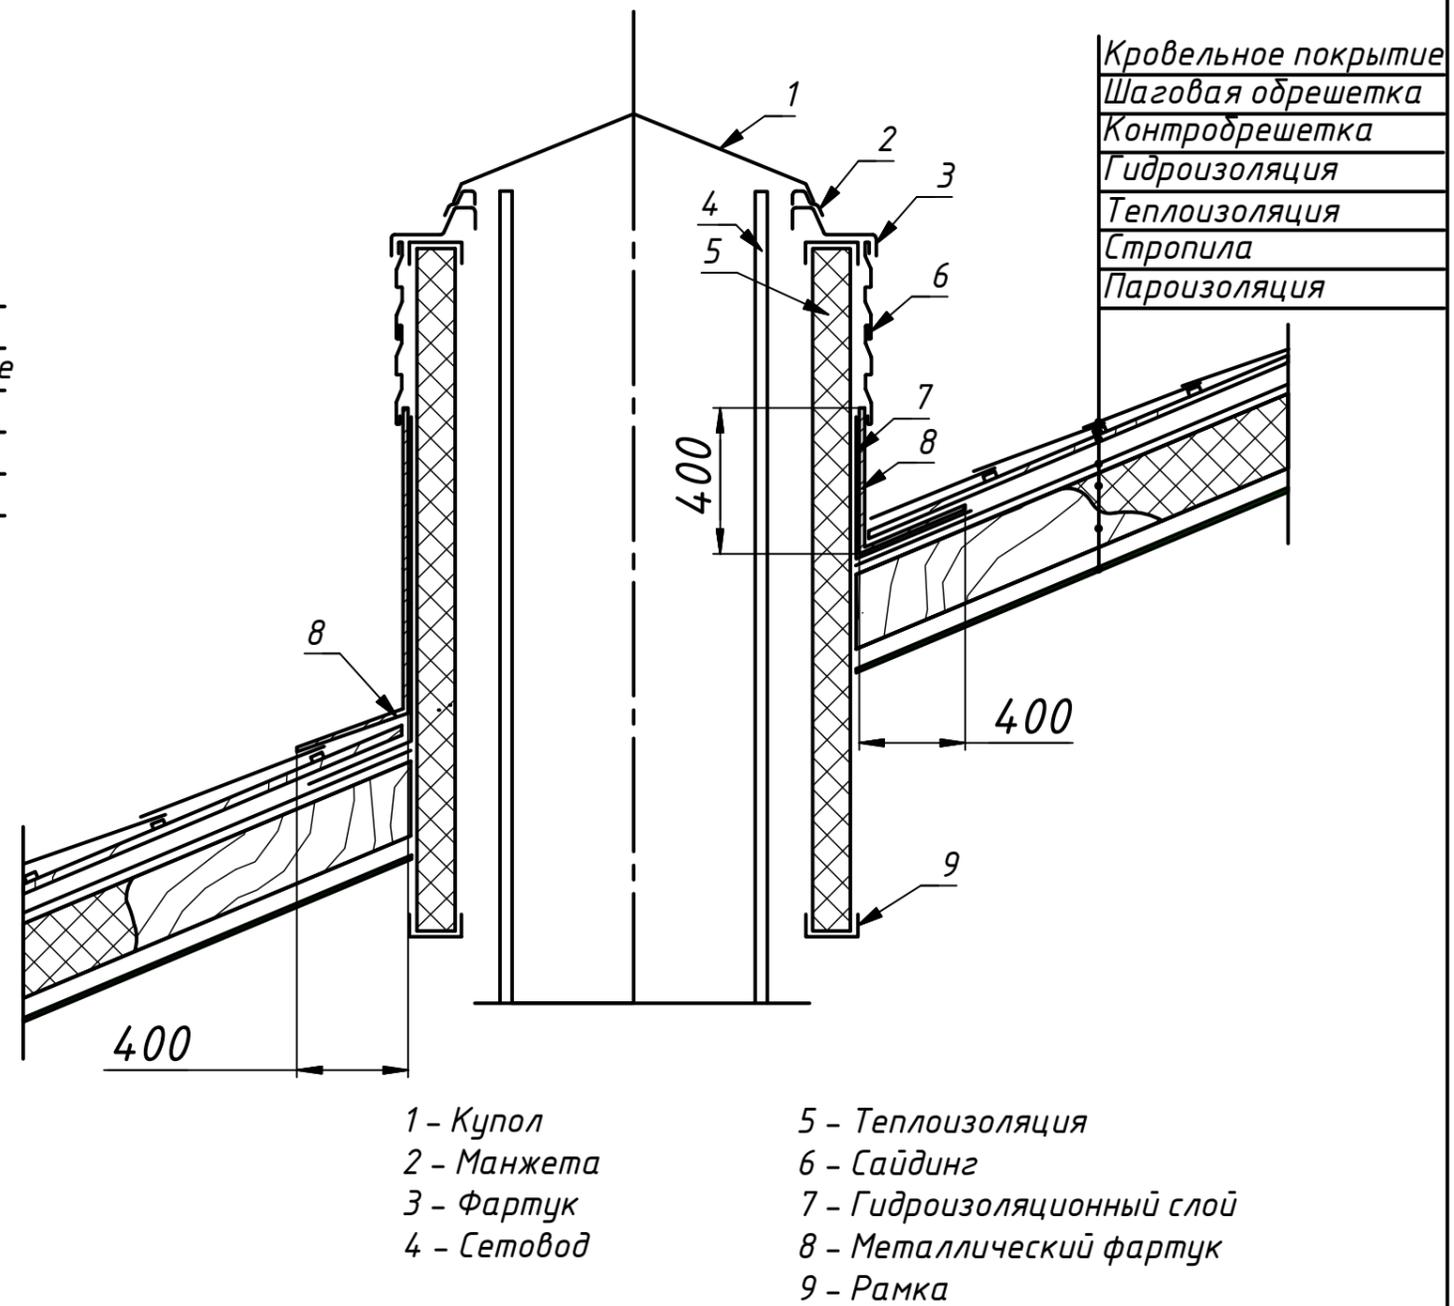

Рис. 33
6.2. Узел примыкания скатной кровли к коробу, облицованному сайдингом (рис.33)